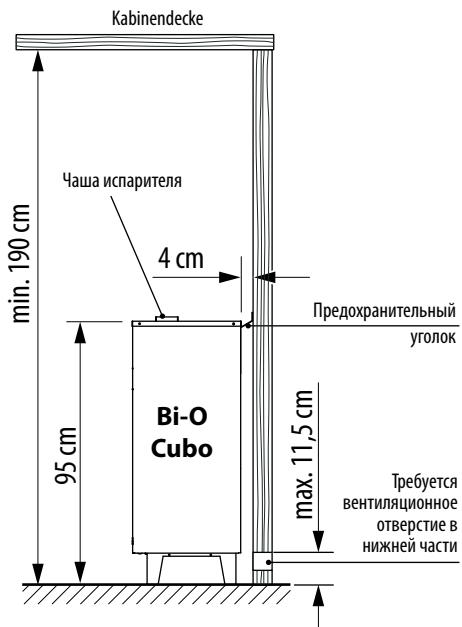

Рис.1
- Минимальная высота кабины должна составлять 1,90 м. (рис. 1)